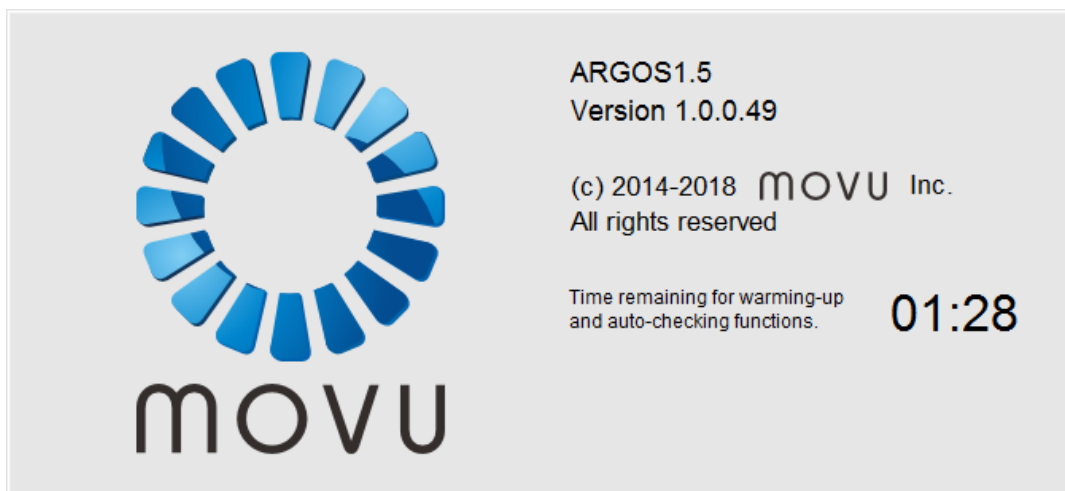

Рисунок 66 Окно приветствия
1. При первом запуске управляющего ПО на экране появляется окно приветствия (Рисунок 66). В верхней части окна отображается версия аппаратного и программного обеспечения. В нижней части окна отображается таймер обратного отсчета (начиная с 90 секунд). Это время, необходимое для разогрева устройства и выполнения этапов функциональной проверки. Для правильного выполнения данных этапов никакие предметы не должны блокировать измерительную апертуру. По истечении времени таймера программа автоматически переходит к выполнению следующего шага.